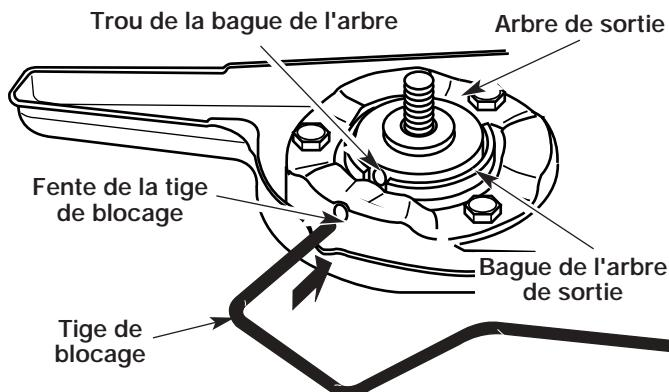

Fig. 14
1. Alignez le trou de la bague de l'arbre avec la fente de la tige de blocage, puis insérez la tige dans le trou de la bague (Fig. 14).
3. Alignez le trou de la bague de l'arbre avec la fente de la tige de blocage, puis insérez la tige dans le trou (Fig. 14).